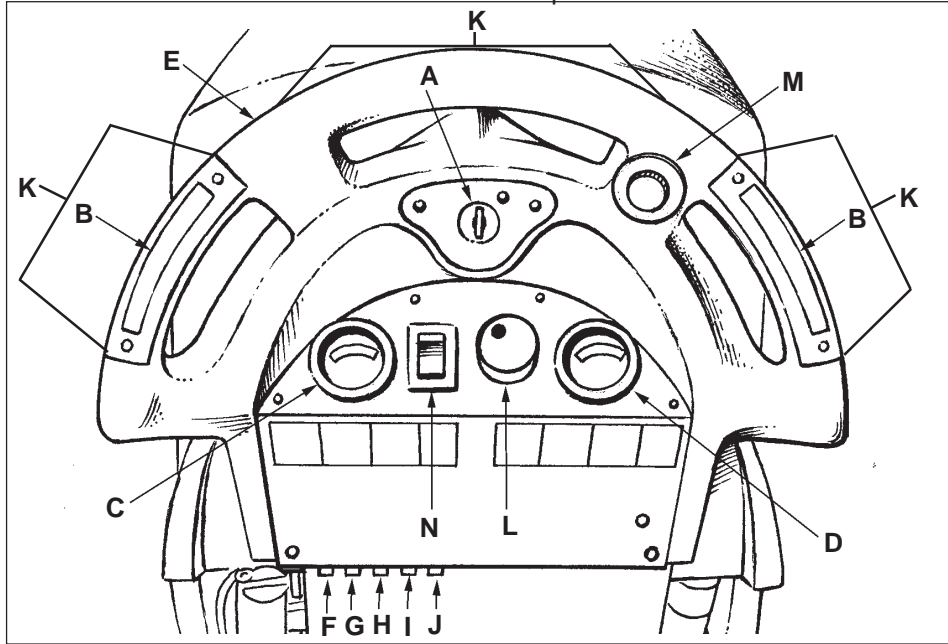

Figure 3
**Interrupteur principal à clé (figure 3. A)**
**Interrupteur marche AV/AR (figure 3. B)**
**Indicateur de charge des batteries (figure 3. C)**
**Indicateur de pression des brosses (figure 3. D)**
**Interrupteur de marche arrière (figure 3. E)**
**Thermiques (figure 3. F, G, H, I ET J)**
**Poignées de commande (figure 3. K)**
**Bouton de contrôle du débit de solution (figure 3. L)**
**Sélecteur de la vitesse de traction (figure 3. M)**
**Interrupteur du moteur de la brosse (figure 3. N)**